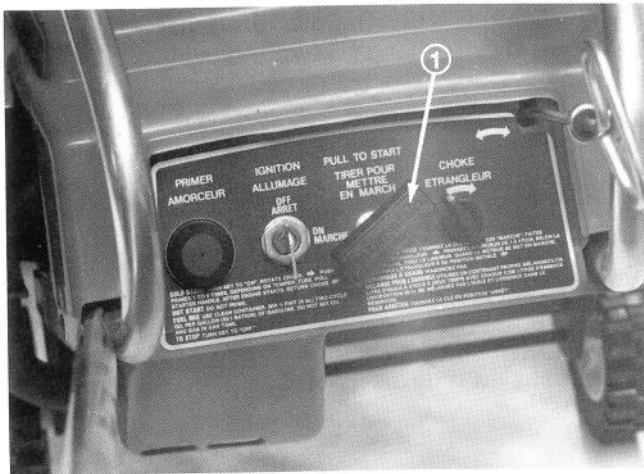

Figure 5
1. Amorceur (Figure 5) - Poussez le bouton d'amorçage pour injecter une petite quantité d'essence du carburateur dans le cylindre, pour faciliter le démarrage du moteur par temps froid. N'UTILISEZ PAS L'AMORCEUR LORSQUE LE MOTEUR EST CHAUD.
2. Etrangleur (Figure 5) - Faites tourner la commande de l'étrangleur dans le sens des aiguilles d'une montre pour mettre le moteur en marche. Comme il étrangle le passage de l'air dans le carburateur, le moteur reçoit un mélange riche qui facilite le démarrage.
3. Contact d'allumage (Figure 5) - Le contact d'allumage à clé a deux positions: MARCHE et ARRÊT. Tournez la clé à la position MARCHE pour mettre le contact; vous pouvez ensuite démarrer en tirant la poignée de démarrage ou en appuyant sur le bouton du démarreur, pour les S200 à
6. Démarreur à rappel (Figure 5) - Tirez la poignée du démarreur à rappel ou rebobinage pour mettre le moteur en marche.
7. Commande de direction des ailettes (Fig. 5 et 6) - Tournez la commande de direction des ailettes pour diriger le jet de neige d'un côté ou de l'autre ou devant.